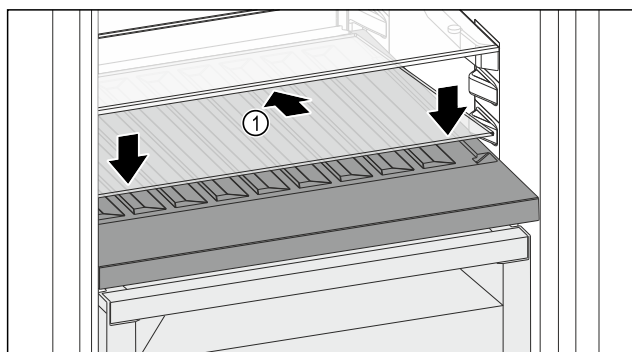

Fig. 185
- ▶ 向后下方倾斜放置玻璃隔板 Fig. 185 (1)。
- ▶ 放低玻璃隔板 Fig. 185 (1) 前部。